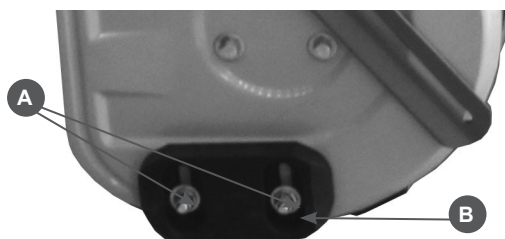

Рис.3
2. Ослабьте гайки крепления салазок (А), Рис. 3) и установите салазки (В) на необходимую высоту.